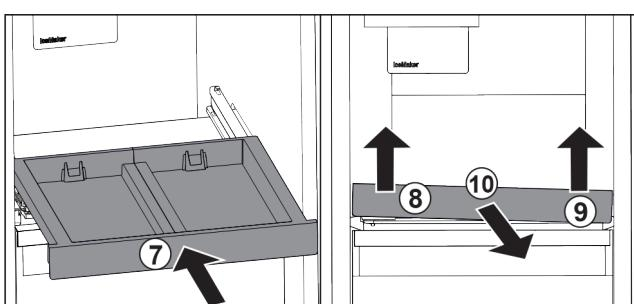

Fig. 20
- Zasuňte vysouvací přihrádku. Fig. 20 (7)
- Vysouvací přihrádku vpředu vlevo nadzvedněte. Fig. 20 (8)
- Vysouvací přihrádku vpředu vpravo nadzvedněte. Fig. 20 (9)
- Odeberte vysouvací přihrádku směrem dopředu. Fig. 20 (10)